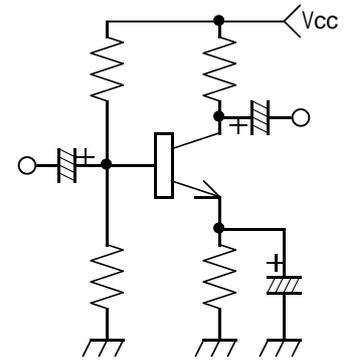

図2
(1) 図2のエミッタ接地増幅回路では、
スピーカの抵抗値は8 Ω なので、図2の回路の負荷として接続すると、電圧増幅度が1倍以下になり、また出力電流が5mA程度しか流せないで具合が悪い。